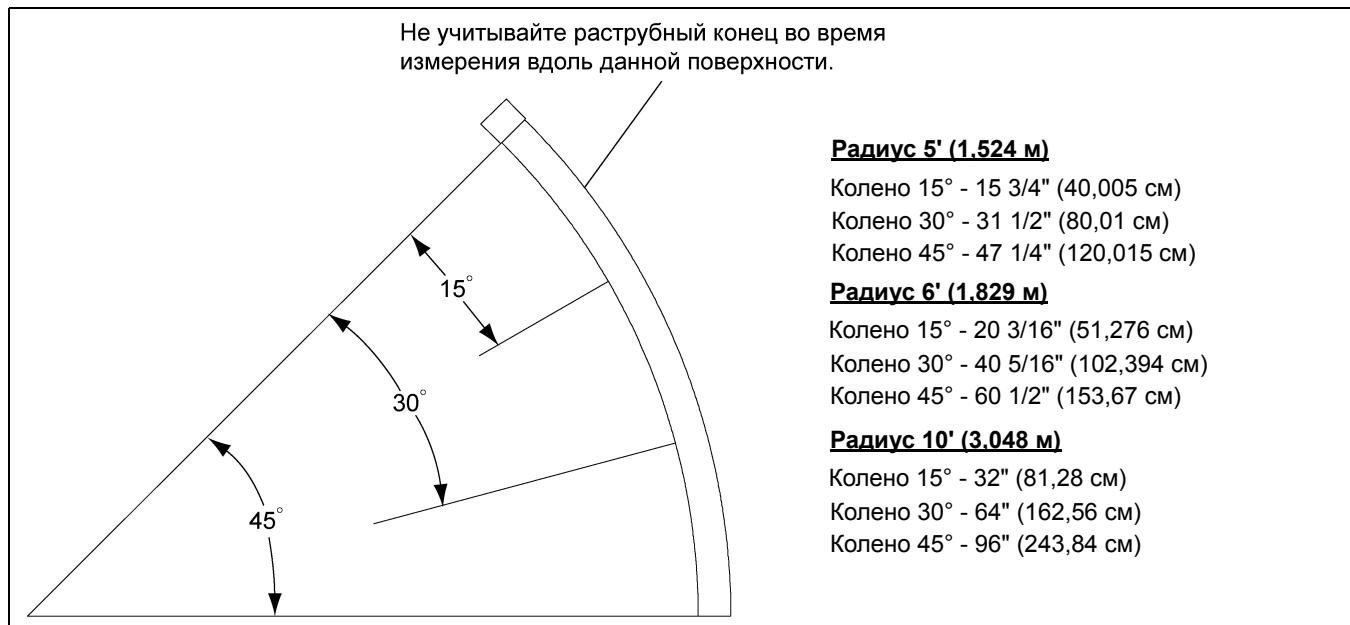

Рисунок 5К Схема обрезки колен с углом 45°
2. Вставьте колено трубы через отверстие в стене здания. Установите и обрежьте (при необходимости) колено так, чтобы трубопровод шнека был расположен горизонтально. См. рис. 5К, на котором приводятся размеры для обрезки колен под определенным углом.
9. Подвесьте трубы шнека и колена под потолком, расположив крепления с интервалом не менее четырех футов (4'). Если используются горизонтальные колена, устанавливайте под них опоры как минимум в двух (2) точках. В каждом комплекте деталей подвесного крепления имеются цепь и шурупы с квадратной головкой. Трубы должны быть установлены максимально прямо и горизонтально.